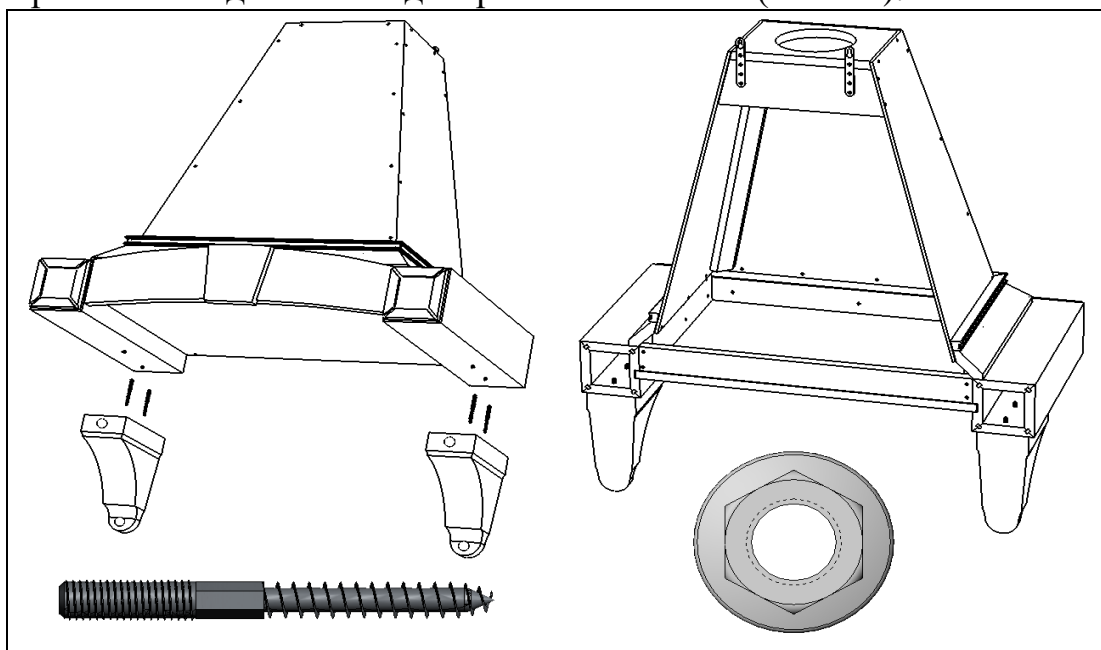

Рис. 22
3. Крепление подкосов без декоративной планки (Рис. 22):